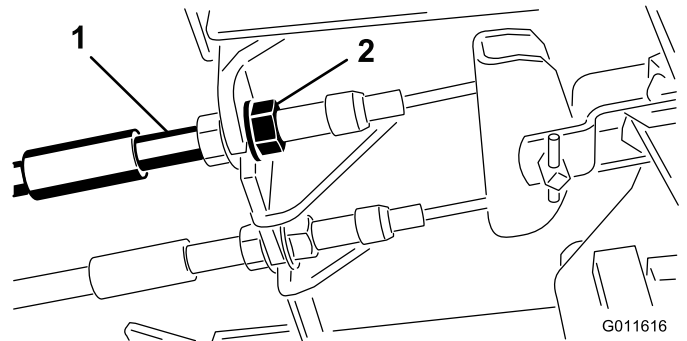

Figure 73
1. Pour réduire la garde aux pédales de frein, serrez les freins en desserrant l'écrou avant sur l'extrémité filetée du câble de frein (Figure 73).